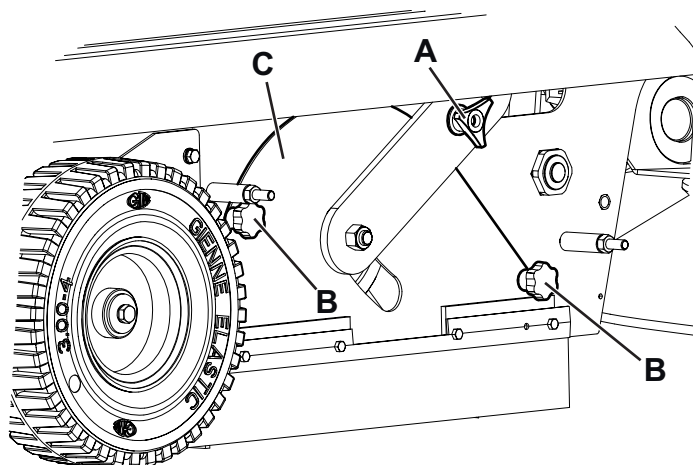
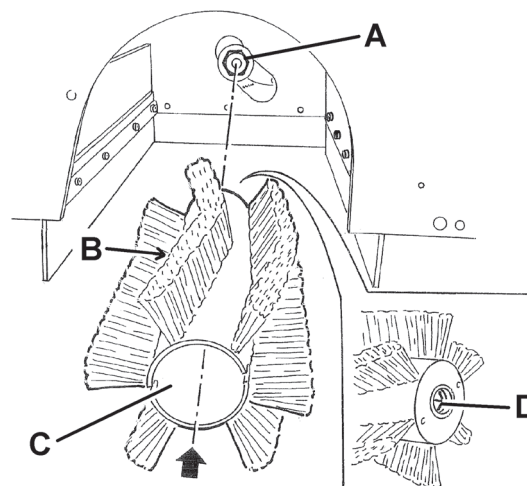

Рис. 4
Рис. 6
2. Поверните ключ зажигания (72) в положение «0».
3. Открутите ручки (23) и снимите правую дверцу (22).
4. Ослабьте ручку (А, Рис. 4).
7. Убедитесь, что на приводной ступице (А, Рис. 6) нет грязи или случайно намотавшихся посторонних предметов (веревки, тряпок и т.д.).
9. Установите новую щетку (С) и убедитесь, что отверстие (D) правильно село на соответствующую приводную ступицу (А).
10. Установите крышку отсека щетки (С, Рис. 4) и привинтите ручки (В) и (А).
11. Установите правую дверцу (22) и закрутите ручки (23).